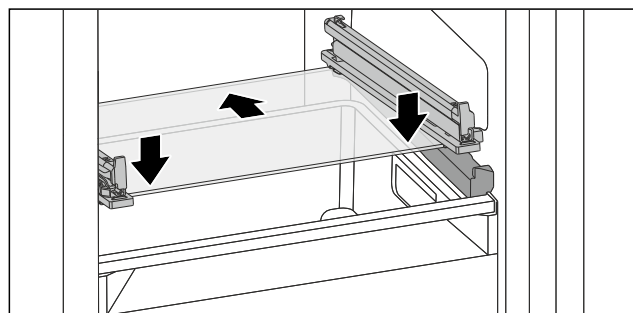

Fig. 141 Glasplatte des abklippbaren Schubfachs
- Glasplatte schräg hinter den Stopperr aufsetzen. (siehe Fig. 141)